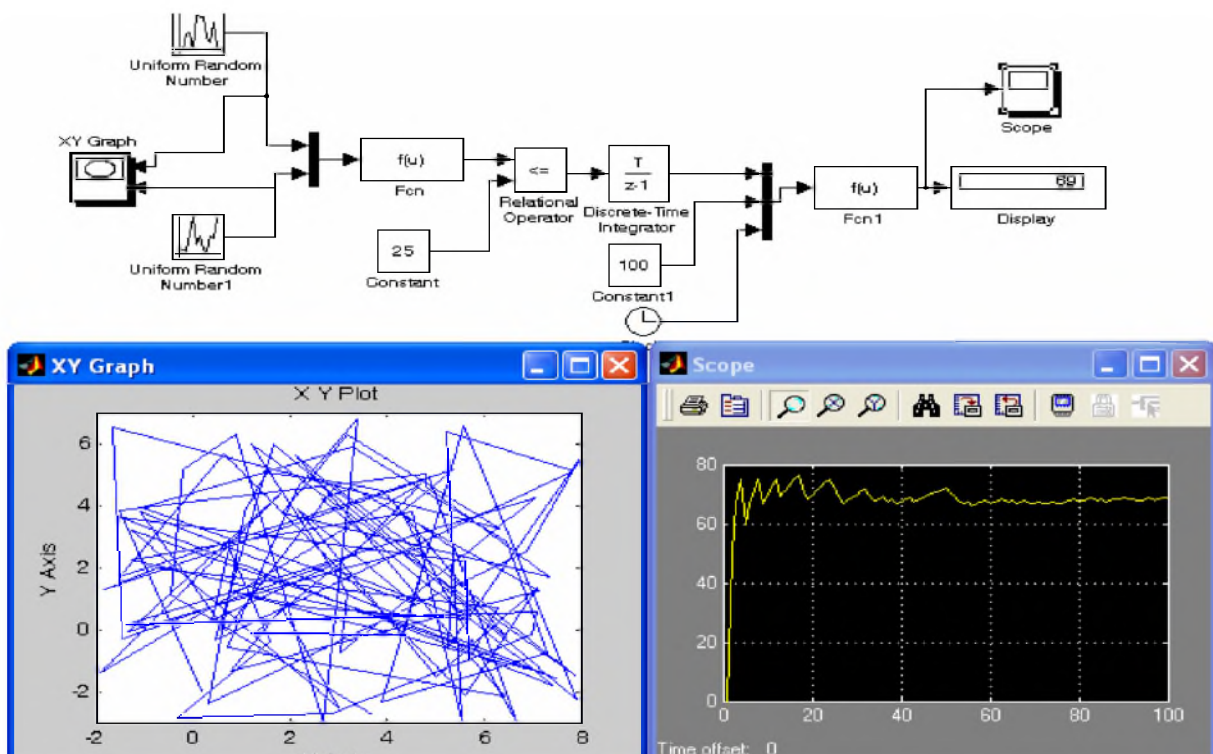

Рис. 2.8. Модель расчета площади круга с дополнительной графикой
3.1. Добавьте в модель дополнительные графические блоки для контроля за вычислениями (рис. 2.8). Блок **XY Graph** предназначен для контроля за разбросом точек на квадрате – за их равномерной распределённостью. А блок **Scope** показывает изменение значения площади круга в зависимости от количества точек.